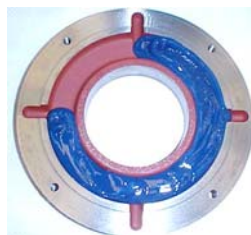

Figura 7.11: Anel de fixação externo do mancal
- Colocar a graxa recomendada em $\frac{3}{4}$ do depósito dos anéis de fixação interno e externo (Figura 7.11) e lubrificar o rolamento com quantidade suficiente de graxa antes de montá-lo;